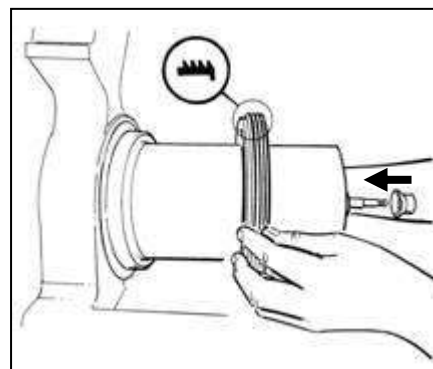

Fig. 13
- Remonter la garniture arrière du bac et celle avant à ventouse, en portant attention au sens de la première comme montré sur la figure 13.